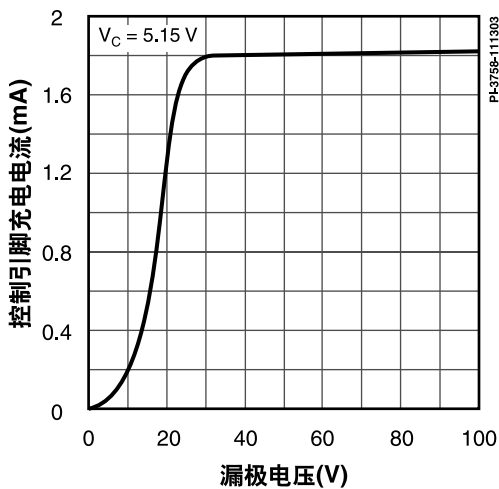

图16. I_c 与漏极电压的关系
- LinkSwitch* 在漏极电压低于 36 V 的情况下也可以启动和工作。但是，控制脚的充电电流会减少，这会影响启动时间、自动重新启动频率和自动重新启动占空比。关于低压工作的特性情况，请参阅图16中控制引脚充电电流 (I_C) 与漏极电压之间关系的特性曲线。